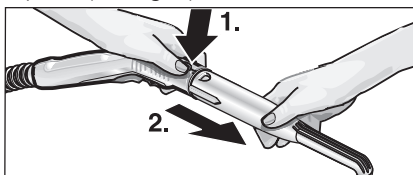

Fig. 5: Separar os acessórios
- Para retirar os acessórios carregar a tecla de desbloqueio (C2 ou G3) e puxe as peças para separar (ver Fig. 5).